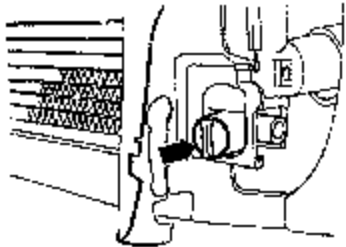
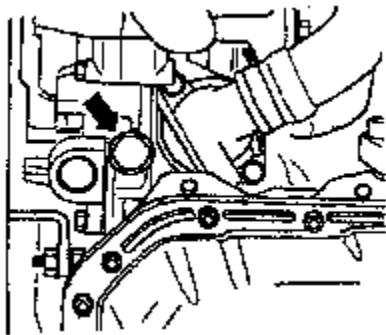

图 4-3 冷却液排放塞（散热器左侧）
图 4-4 冷却液排放塞（水泵轴盖上）
- (3) 打开冷却液膨胀罐盖，将冷却液收集器 VW1306 至于发动机下，如图 4-3 箭头所示，拧开散热器左侧的排放螺塞。排放冷却液时，可接上一排放软管（图 4-3），同时打开冷却液泵轴盖上的排放螺栓（图 4-4 箭头所示）。从散热器底部及发动机上拆下冷却液软管（拆开连接法兰上的固定卡夹）。